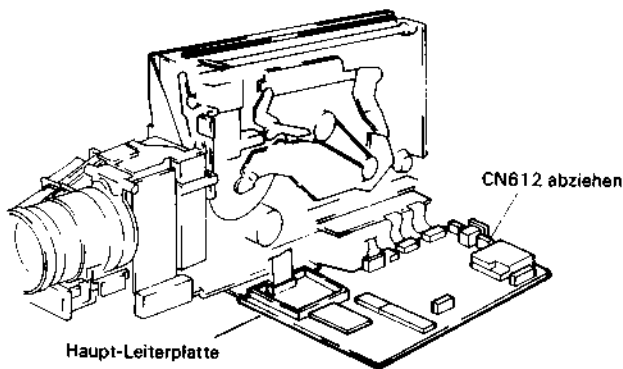

Abb. 2.72 Ausbau des Capstanmotors
Ausbau des Capstanmotors (Abb. 2.72, 2.73, 2.74)
2. Den Stecker CN612 abziehen (siehe Abb. 2.72).
1. Den Capstanmotor-Halter entfernen (siehe Abb. 2.72, 2.73, 2.74).